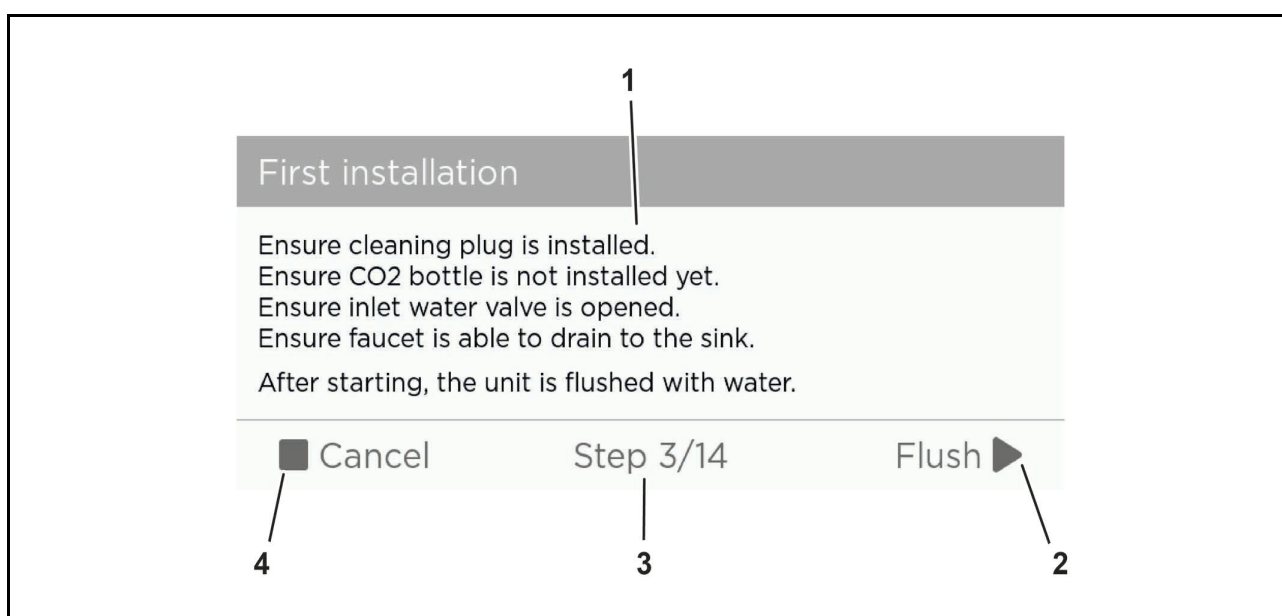

Abb. 22 Erstinbetriebnahme des Systems
1. Starten Sie die Erstinbetriebnahme durch Tippen auf die Schaltfläche "Next" (Abb. 22/2).
2. Die Software ist bei der Erstinbetriebnahme von Werk aus auf Englisch eingestellt. Die Sprache kann im zweiten Schritt angepasst werden. Tippen Sie im Statusfeld (Abb. 22/1) auf die Schaltfläche "Yes", um die Sprache zu ändern (siehe Kapitel 7.2.4.15) oder tippen Sie auf die Schaltfläche "Skip" (Abb. 22/2), um mit dem nächsten Schritt fortzufahren.
3. Im nächsten Schritt wird die Systemspülung vorbereitet, siehe Kapitel 7.2.4.9. Folgen Sie den Anweisungen im Statusfeld (Abb. 22/1) und tippen Sie auf die Schaltfläche "Flush" (Abb. 22/2), um die Systemspülung zu starten oder "Cancel" (Abb. 22/4), um die Erstinbetriebnahme abubrechen.
4. Tippen Sie auf die Schaltfläche "Start" (Abb. 22/2), um mit der Systemspülung fortzufahren oder "Cancel" (Abb. 22/4), um die Erstinbetriebnahme abubrechen. Verfolgen Sie den Fortschritt im Statusfeld (Abb. 22/1). Ist die Systemspülung abgeschlossen, tippen Sie auf die Schaltfläche "Finish" (Abb. 22/2), um fortzufahren oder "Cancel" (Abb. 22/4), um die Erstinbetriebnahme abubrechen.
5. Schließen Sie den CO₂-Behälter an, sobald Sie dazu aufgefordert werden, siehe Kapitel 8.4. Folgen Sie den Anweisungen im Statusfeld (Abb. 22/1) und tippen Sie auf die Schaltfläche "Next" (Abb. 22/2), um fortzufahren oder "Cancel" (Abb. 22/4), um die Erstinbetriebnahme abubrechen.
6. Wenn Sie eine externe CO₂-Versorgung am System angeschlossen haben, tippen Sie auf die Schaltfläche "Yes" bzw. "No". Folgen Sie den Anweisungen im Statusfeld (Abb. 22/1) und tippen Sie auf die Schaltfläche "Next" (Abb. 22/2), um die Eingabe zu speichern oder "Cancel" (Abb. 22/4), um die Erstinbetriebnahme abubrechen.
7. Im nächsten Schritt wird die Kalibrierung des Systems vorbereitet, siehe Kapitel 7.2.4.11. Folgen Sie den Anweisungen im Statusfeld (Abb. 22/1) und tippen Sie auf die Schaltfläche "Next" (Abb. 22/2), um die Kalibrierung des Systems zu starten oder "Cancel" (Abb. 22/4), um die Erstinbetriebnahme abubrechen.
8. Im nächsten Schritt wird die Wasserhärte bestimmt, siehe Kapitel 7.3. Folgen Sie den Anweisungen im Statusfeld (Abb. 22/1) und tippen Sie auf die Schaltfläche "Next" (Abb. 22/2), um die Wasserhärte einzustellen oder "Cancel" (Abb. 22/4), um die Erstinbetriebnahme abubrechen.
9. Im nächsten Schritt wird die Wasserhärte angepasst, siehe Kapitel 7.2.4.7. Folgen Sie den Anweisungen im Statusfeld (Abb. 22/1) und tippen Sie auf die Schaltfläche "Next" (Abb. 22/2), um die Eingabe zu speichern oder "Cancel" (Abb. 22/4), um die Erstinbetriebnahme abubrechen.
10. Im nächsten Schritt wird die Einstellung der Temperatur für Kaltwasser eingeleitet, siehe Kapitel 7.2.4.6. Folgen Sie den Anweisungen im Statusfeld (Abb. 22/1) und tippen Sie auf die Schaltfläche "Next" (Abb. 22/2), um die Anpassung vorzunehmen oder "Cancel" (Abb. 22/4), um die Erstinbetriebnahme abubrechen.
11. Im nächsten Schritt wird die Temperatur für Kaltwasser eingestellt, siehe Kapitel 7.2.4.6. Folgen Sie den Anweisungen im Statusfeld (Abb. 22/1) und tippen Sie auf die Schaltfläche "Next" (Abb. 22/2), um die Eingabe zu speichern oder "Cancel" (Abb. 22/4), um die Erstinbetriebnahme abubrechen.
12. Im nächsten Schritt wird die Reinigung des Systems vorgenommen, siehe Kapitel 8.3.2. Folgen Sie den Anweisungen im Statusfeld (Abb. 22/1) und tippen Sie auf die Schaltfläche "Next" (Abb. 22/2), um die Reinigung des Systems zu starten oder "Cancel" (Abb. 22/4), um die Erstinbetriebnahme abubrechen.
13. Montieren Sie den Reinigungsadapter, sobald Sie dazu aufgefordert werden, siehe Kapitel 8.7. Folgen Sie den Anweisungen im Statusfeld (Abb. 22/1) und tippen Sie auf die Schaltfläche "Next" (Abb. 22/2), um fortzufahren oder "Cancel" (Abb. 22/4), um die Erstinbetriebnahme abubrechen.
14. Montieren Sie den Filter, sobald Sie dazu aufgefordert werden, siehe Kapitel 8.5. Folgen Sie den Anweisungen im Statusfeld (Abb. 22/1) und tippen Sie auf die Schaltfläche "Next" (Abb. 22/2), um fortzufahren oder "Cancel" (Abb. 22/4), um die Erstinbetriebnahme abubrechen.
15. Das System kann über WLAN bzw. Bluetooth mit dem Internet verbunden werden. Tippen Sie im Statusfeld (Abb. 22/1) auf die Schaltfläche "Yes", um die Verbindung herzustellen (siehe Kapitel 7.2.4.5) oder tippen Sie auf die Schaltfläche "Skip" (Abb. 22/2), um fortzufahren oder "Cancel" (Abb. 22/4), um die Erstinbetriebnahme abubrechen.
16. Die Einrichtung ist nun abgeschlossen. Tippen Sie auf die Schaltfläche "Finish" (Abb. 22/2), um die Erstinbetriebnahme abzuschließen oder "Cancel" (Abb. 22/4), um die Erstinbetriebnahme abubrechen.